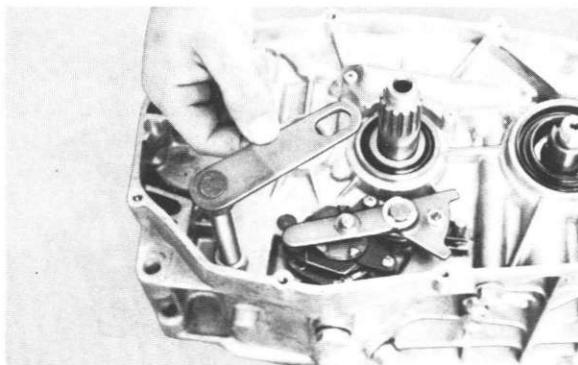

Fig. 4-11-9
- c. Pull out the change shaft assembly from the primary side. (Fig. 4-11-9)
- c. Retirez l'ensemble d'axe de sélecteur par le côté primaire. (Fig. 4-11-9)
- c. Schaltwellengarnitur von der Primärseite her herausziehen. (Abb. 4-11-9)